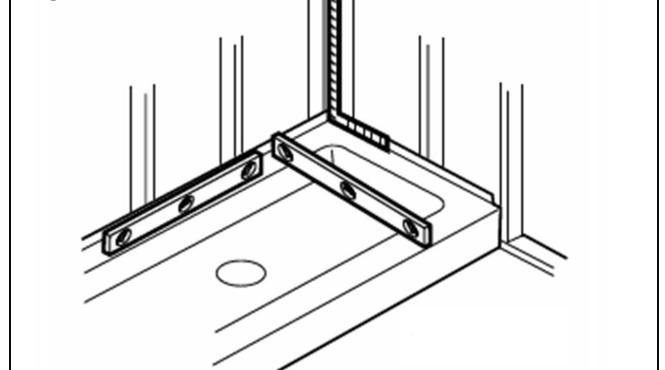

Figure 3.
Assurez-vous que la douche convient à l'alcôve choisie avant de commencer l'installation. Les poteaux du mur de l'alcôve doivent être situés tel qu'illustré à la Figure 1. Ils doivent être d'aplomb. Si les poteaux ne sont pas d'aplomb, vous devrez probablement les niveler. Il est important qu'un poteau se trouve tel qu'illustré (*) pour la fixation des brides verticales latérales du tablier de la douche. Si vous installez l'ensemble mural correspondant, un poteau doit se trouver à chaque côté du coin arrière, tel qu'illustré (**). Si vous rénovez et qu'il n'y a pas de poteau à l'endroit indiqué, ajoutez-en un. Les autres pivots doivent être positionnés selon votre code du bâtiment régional. La structure de plomberie doit être installée avant la douche ou les panneaux muraux. La Figure 2 illustre l'emplacement suggéré des poteaux si une nouvelle plomberie est installée. Installez un panneau d'accès à l'arrière du mur à l'aide des appareils de plomberie. Si les appareils sont présents, vérifiez qu'ils laissent assez d'espace pour la douche et les panneaux. La plomberie doit respecter le code du bâtiment local. La douche doit être installée sur un sous-plancher solide et de niveau, qui s'ajuste parfaitement aux poteaux du mur. Les supports de la douche, intégrés à la base de support de la douche, doivent reposer directement sur un sous-plancher (mortier de nivelation) de niveau. Si vous installez la douche sur un sous-plancher fait d'un autre matériau que du contreplaqué, placez un matelassage entre la douche et le sous-plancher afin d'éviter les bruits. Les matelassages recommandés comprennent les tissus filés-liés et le matériel d'emballage domestique. L'emploi de matériaux autre peut entraîner des bruits. Protégez la douche des dommages pendant l'installation à l'aide d'un morceau de carton découpé de l'emballage. La douche ne doit pas être installée dans un endroit où la température peut être inférieure au point de congélation (32° F ou 0° C). Laissez la douche atteindre la température de la pièce pendant 30 minutes avant de l'installer. **IMPORTANT : Les poteaux de l'alcôve doivent être d'aplomb et droits sur le plancher. Les coins internes de l'alcôve doivent être carrés (Fig. 3).** Murs en maçonnerie : Construisez un colombage de 2' X 6' pour l'extrémité de la plomberie. Appliquez des tasseaux de 2' X 2' au mur en maçonnerie, au même endroit que les poteaux de la Figure 1. Installation sur une cloison pare-feu ou de céramique : Si vous installez les panneaux muraux sur une cloison coupe-feu ou de céramique et non pas directement sur les poteaux, vous devez tenir compte de l'épaisseur de ces matériaux dans vos mesures qui doivent être prises de l'intérieur des murs de finition.
Confirm that base will fit in the intended alcove before beginning installation. The alcove wall studs should be located as shown in Figure 1 and be plumb. If the studs are not plumb, shimming may be required. It is important that a stud is located as shown () for attachment of the vertical flange on each side of the base apron and (if you are installing our matching wall set) there must be a stud on each side at the back corner as shown (**). If you are remodeling, and a stud is not at that exact location, add a new one. Other studs should be located according to local building codes. Rough plumbing must be installed before base and/or wall panels. Figure 2 shows suggested location of fixtures if new plumbing is being installed. Provide an access panel on the back side of the wall with the plumbing fixtures. If plumbing exists, check that fixtures will clear base and panels. All plumbing must meet local building codes. The base must be installed on a solid and level sub-floor that is square with the wall studs. The base supports, which are built into the shower support base, must sit directly on a level sub-floor. If you are installing the shower base over a sub-floor other than plywood, place padding between the base and sub-floor to prevent squeaking. Recommended padding includes spun-bonded landscape fabric or house wrap material. Use of other materials may result in squeaking. Cut a portion from the carton to protect the base from damage during installation. The base should not be installed in areas where the temperature may drop below freezing (32° F or 0° C). Allow base to reach room temperature for 30 minutes before installing. **IMPORTANT: The alcove studs must be plumb and square to the floor. Inside corners of the alcove should be square (Figure 3).** Masonry walls: Construct a 2 X 6 stud wall for the plumbing end. Apply 2 X 2 furring strips to the masonry wall in the same locations as the studs in Figure 1. Installation over the greenboard or firewalls: If you are installing wall panels over greenboard and/or firewall material, and not directly on the studs, your dimensions must take into account the thickness of this material and measurements should be taken from the inside of the finished walls.*
2. Les deux panneaux restants sont les panneaux de côté. Ceux-ci peuvent être taillés si les dimensions du renforcement sont inférieures à la norme 30 po (76 cm). Installer le panneau de côté, en commençant par celui qui sera apposé du côté de la robinetterie. Tracer à l'aide d'un crayon et percer dans le panneau les trous nécessaires à la tuyauterie à l'aide d'une scie emporte-pièce. À l'aide de ruban masque, installer temporairement le panneau pour en vérifier l'ajustement, puis en tracer le contour au crayon. Appliquer l'adhésif au mur et mettre un trait de scellant au mur près de la base de douche, tel qu'illustré (Figure 2). Remettre le panneau en place et presser (Figure 3). Retirez à nouveau et attendez plus ou moins 1 minute, puis remplacez le panneau de côté en appliquant une pression sur toute sa surface afin qu'il adhère bien au mur. Maintenez le panneau en place à l'aide de ruban masque pendant que l'adhésif sèche. Installer l'autre panneau de côté de la même manière.
The two remaining panels are the side panels. They can be trimmed if the alcove is less than the standard 30" (76 cm). Install side panel with plumbing fixtures next. Mark and cut plumbing holes in wall panel with a hole saw. Tape the panel in place to check for fit and trace around the outside edge of it with a pencil. Trowel adhesive to alcove wall and lay a bead of caulk on wall at shower base level as shown (Figure 2). Position panel and press to wall (Figure 3). Remove panel. Wait about 1 minute, then re-press the panel firmly against the wall to ensure proper adhesion. Maintain panel in place with masking tape while adhesive dries. Install other side panel in same manner.